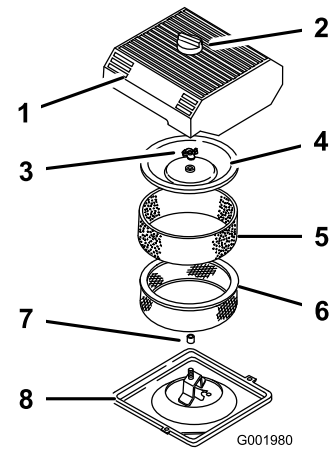

Figure 40
3. Nettoyez la surface autour du filtre à air pour éviter que des impuretés n'endommagent le moteur en tombant à l'intérieur (Figure 40).
4. Desserrez le bouton sur le couvercle du filtre à air et déposez le couvercle (Figure 40).
5. Sortez délicatement l'élément en mousse de l'élément en papier (Figure 40).
6. Dévissez l'écrou du couvercle et enlevez le couvercle et l'élément en papier (Figure 40).
1. Glissez délicatement l'élément en mousse sur l'élément en papier (Figure 40).
3. Vissez l'écrou à la main contre le couvercle (Figure 40).
4. Posez le couvercle du filtre à air et le bouton (Figure 40).